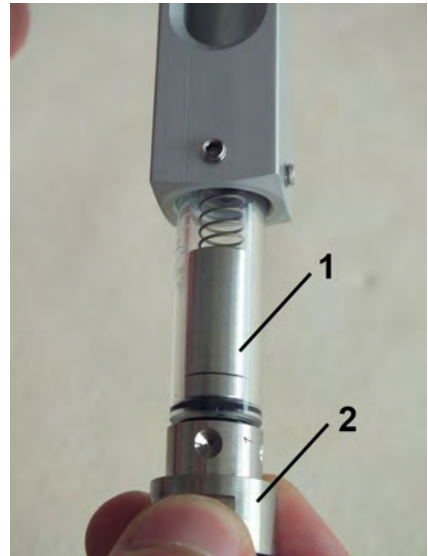

Abb. 37: Innenteile herausziehen
4. ➔ Innenteile (Abb. 37/1) des Gerätes (Schauglas, Feder und Schwebekörper) als Einheit mit der Verschraubung (Eingang) (Abb. 37/2) vorsichtig von unten aus der Gerätehülse herausziehen